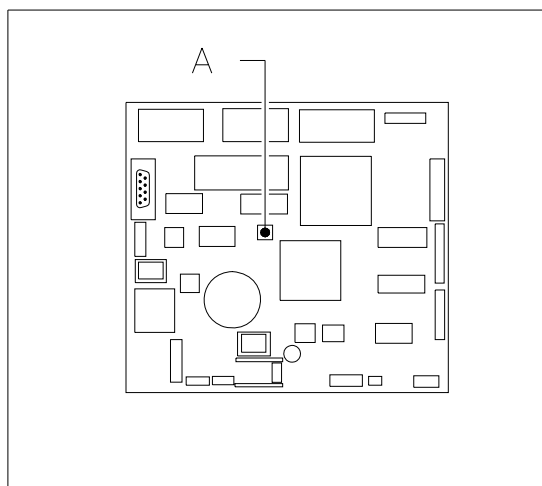

FIG. 8
- b) Apretar el pulsador Ref. A FIG. 8 situado en la parte superior izquierda del cuadro de control principal del compartimiento de la caja recaudadora. En el visualizador aparecerá el mensaje **"Escoger bandeja de recarga"**.
- d) Después de haber introducido el nuevo producto, apretar el pulsador **OK** del teclado para memorizar la presencia del producto en el compartimiento y programar su fecha de caducidad. Si no se ha introducido ningún producto, apretar el correspondiente número de selección. Después de la fecha de caducidad, la venta del producto estará inhibida. Apretar cualquier pulsador para que la columna se sitúe en el siguiente compartimiento que debe llenarse. Mediante este procedimiento se seguirán abriendo las ventanillas hasta que todos los compartimientos hayan sido registrados o hasta que se elija otra bandeja para cargar. El distribuidor pasará automáticamente del modo recarga al modo normal, después de haber controlado todas las bandejas. Apretar el pulsador negro ref. A FIG. 8 para salir del modo de recarga en cualquier momento.
- i. Apretar el pulsador de programación (ref. A FIG. 8) para salir de la recarga o bien
- 2) Apretar el pulsador negro Ref. A FIG. 8 situado arriba a la izquierda en el cuadro de control principal del compartimiento de la caja recaudadora. En el visualizador aparecerá el mensaje **"Escoger bandeja de recarga"**.
- 5) Apretar el pulsador negro ref. A FIG. 8 para salir de la VENTA LIBRE